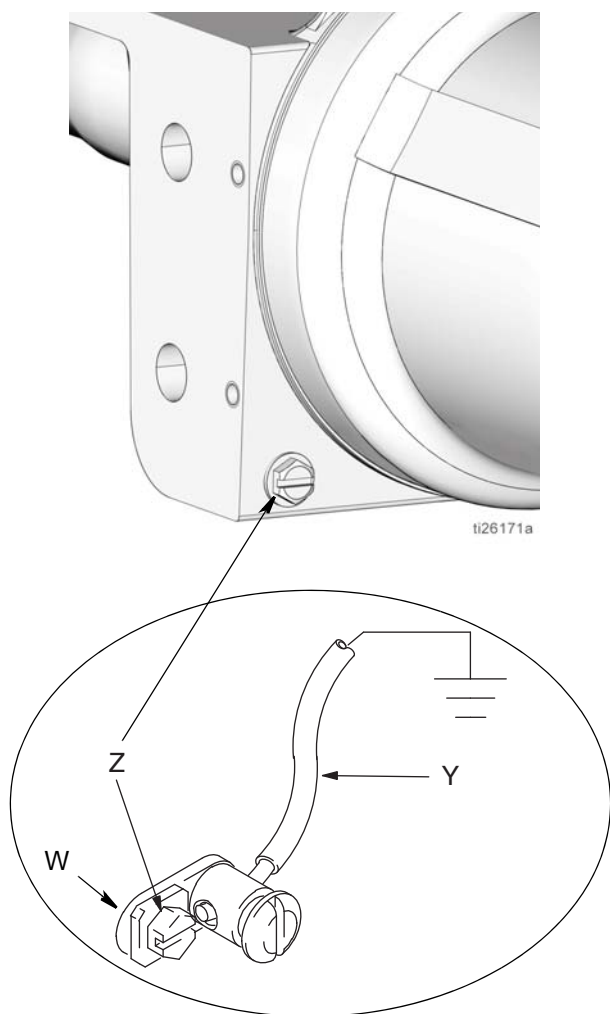

FIG. 2
**Per collegare a terra la pompa:** Rimuovere la vite di terra (Z) ubicata nella parte posteriore della base della pompa e inserirla attraverso l'occhiello del terminale ad anello (W) al termine del filo di terra (Y). Fissare la vite di terra (Z) di nuovo alla pompa e serrare saldamente. Collegare l'altra estremità del filo di terra a una terra efficace. Vedere FIG. 2.